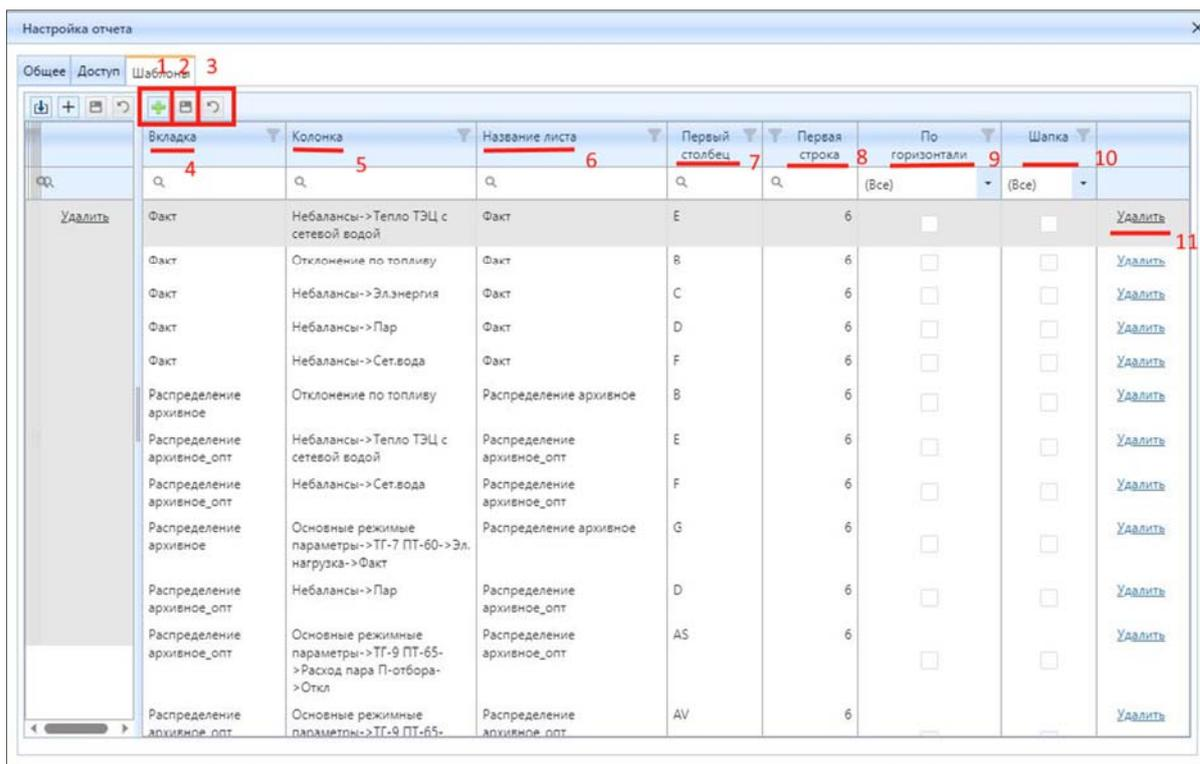
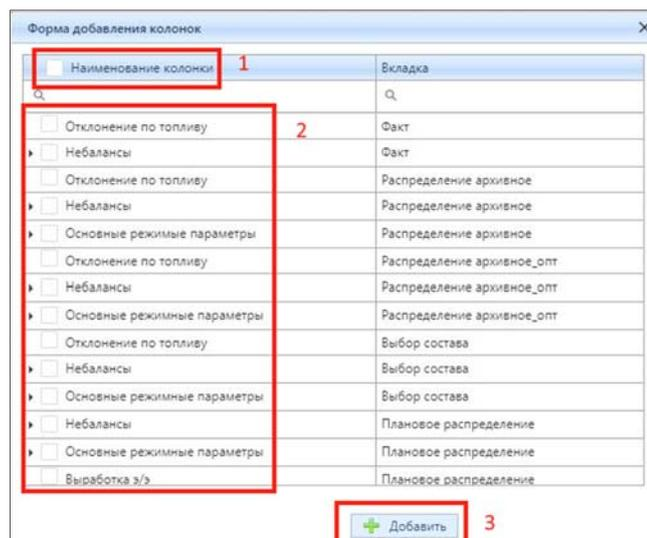

Рисунок 4.7.23 – Настройка шаблона окно 2
Рисунок 4.7.24 – Форма добавления колонок
1. добавить строку, определяющую в какой столбец, колонку, или лист Excel файла будет происходить выгрузка данных нажатием кнопки (1) «Добавить» (рис. 4.7.23). Откроется окно с чек-боксами (рис. 4.7.24);
2. выбрать колонки с требуемых вкладок из сводного отчета, из которых будет происходить выгрузка. Имеется возможность активации всех чек-боксов одновременно (1) (рис. 4.7.24), либо по отдельности (2) (рис. 4.7.24);
3. нажать кнопку добавить (3) (рис. 4.7.24);
4. после добавления вкладок (4) (рис. 4.7.23) и колонок (5) (рис. 4.7.23), указать название листа (6) (рис. 4.7.23) в Excel файле, в который будут передаваться значения. Названия должны точно совпадать;
5. указать столбец (7) (рис. 4.7.23), строку (8) (рис. 4.7.23) Excel файла, в которые будут передаваться данные.
При активации чек-бокса (9) «По горизонтали» (рис. 4.7.23) выгрузка данных будет происходить горизонтально и записываться по строке слева на право.
При активации чек-бокса (10) «Шапка» (рис. 4.7.23), произойдет добавление названия соответствующей колонки в выгружаемый Excel-файл.
Ссылка (11) (рис. 4.7.23) удаляет всю заполненную строку.